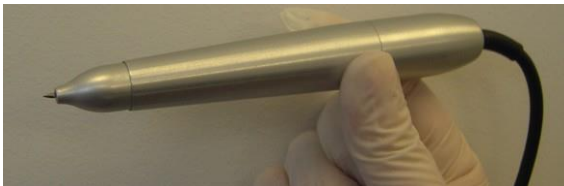

Figure 3-74. Pièce à main d'incision assemblée
8. Vérifiez que la pièce à main est correctement assemblée, comme illustré à la Figure 3-74.